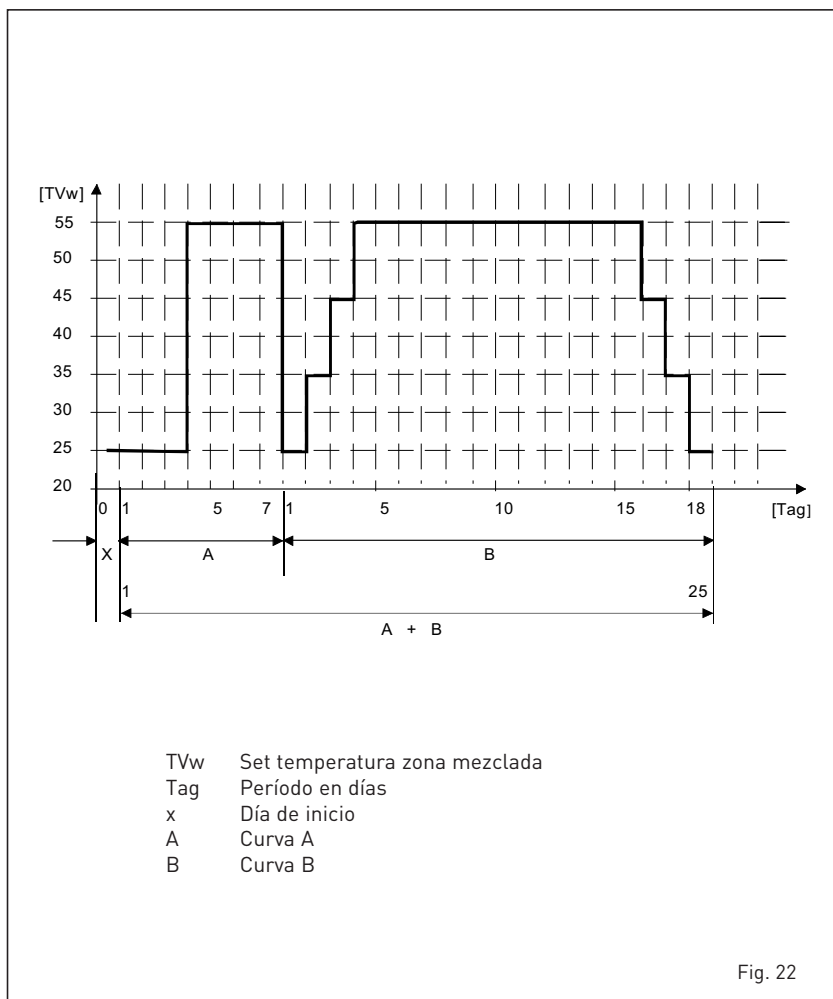

Fig. 22
4.5.2 Función de secado de la losa (fig. 22)
El gráfico de la fig. 22 indica la evolución de las curvas.